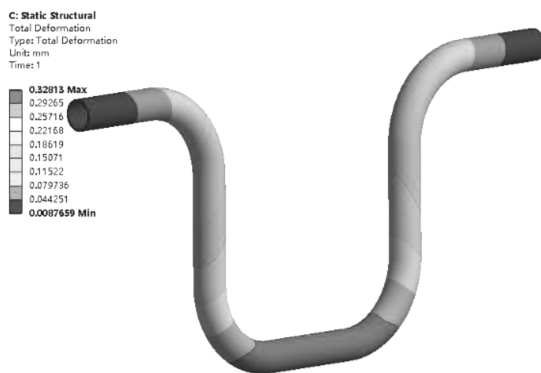

图 7-44 管的热变形分布云图
- (1) 在导航树上单击【Solution (C4)】。
- (2) 在求解工具栏中单击【Deformation】→【Total】。
- (3) 在 Mechanical 标准工具栏中单击  Solve 进行求解运算。
- (4) 运算结束后，单击【Solution (C4)】→【Total Deformation】，可以查看管的热变形分布云图，如图 7-44 所示。